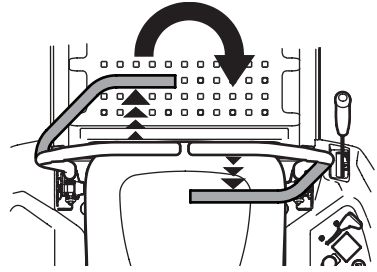

Figura 28
- Para girar en el sentido de las agujas del reloj, mueva la palanca de control de la transmisión de la barra de seguridad izquierda hacia adelante mientras mueve simultáneamente la palanca de control de la transmisión de la barra de seguridad derecha hacia atrás. Consulte la Figura 28.